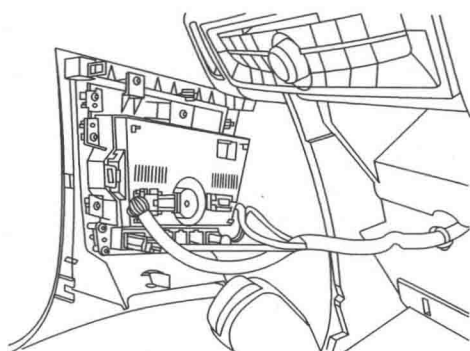

图 2-13 断开插接器
- 4) 从空调控制器总成上断开插接器, 如图 2-13 所示。